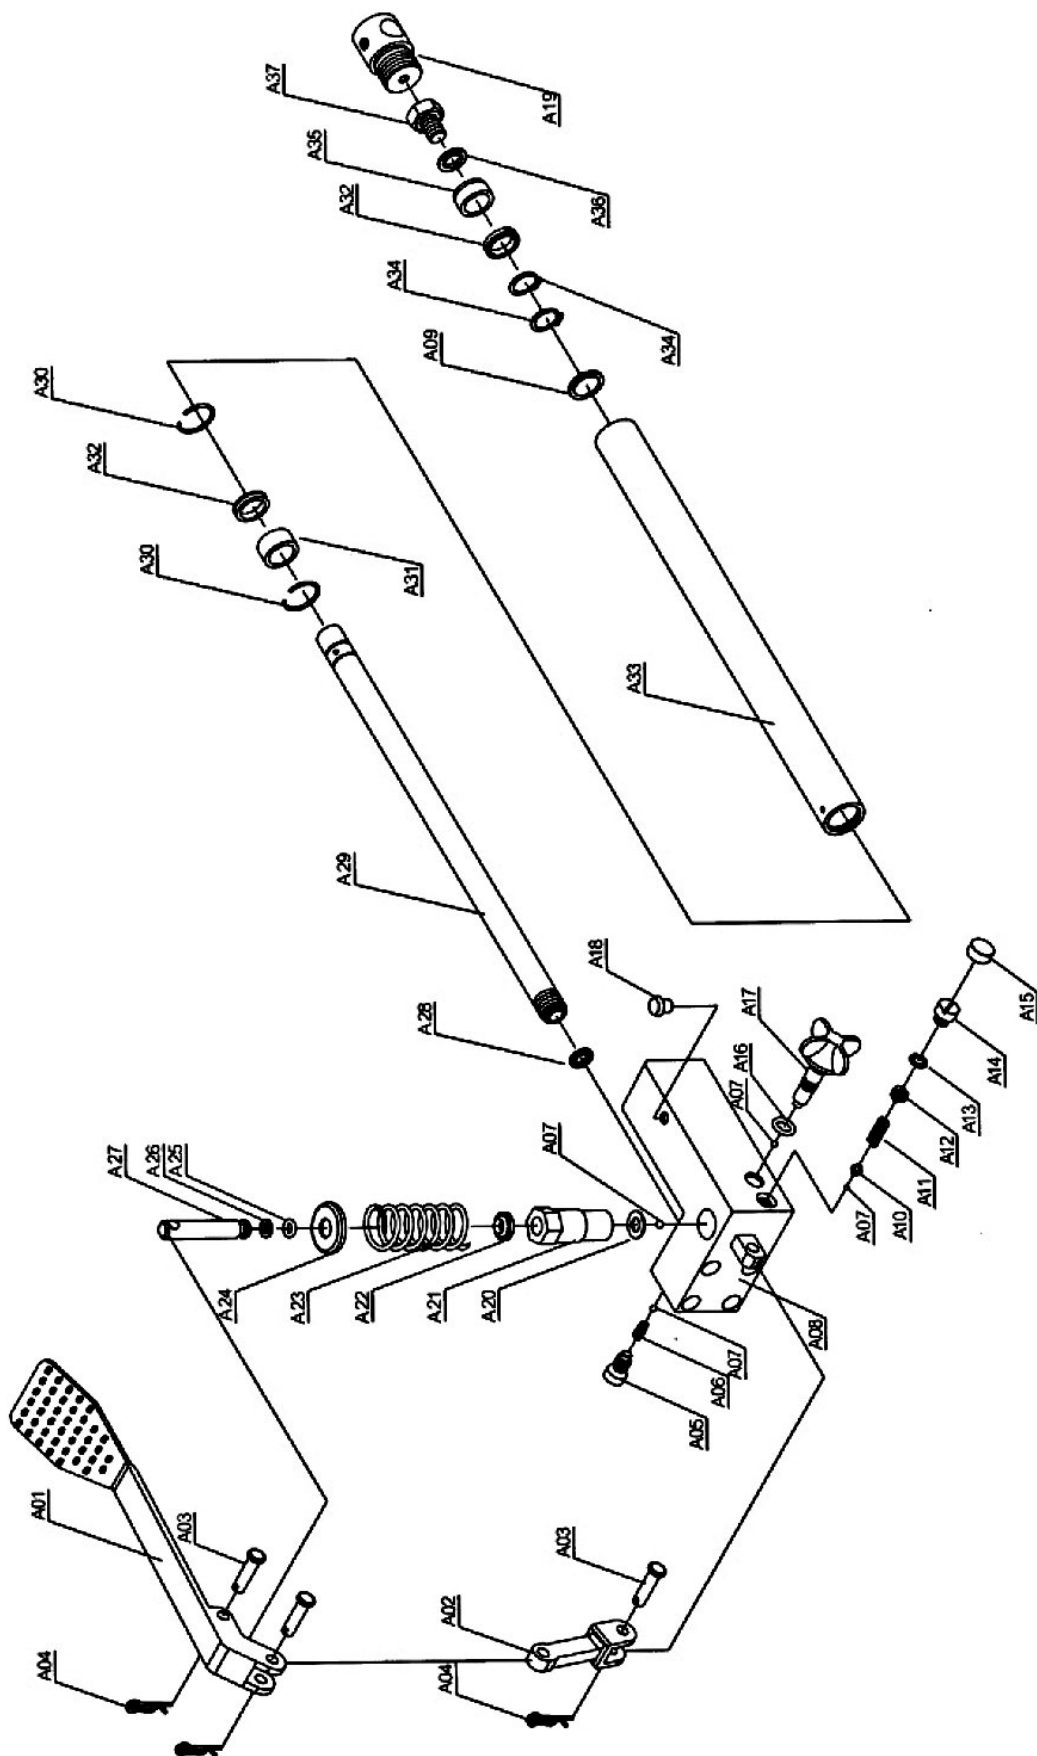

Abb. 4: Ersatzteilzeichnung 2 - PKW-Verleger PV 681
Schritt 1: Durch Drehen des Entlüftungsventils (A 17, Abb. 4) gegen den Uhrzeigersinn den PKW-Verleger entspannen und das Rad absenken.